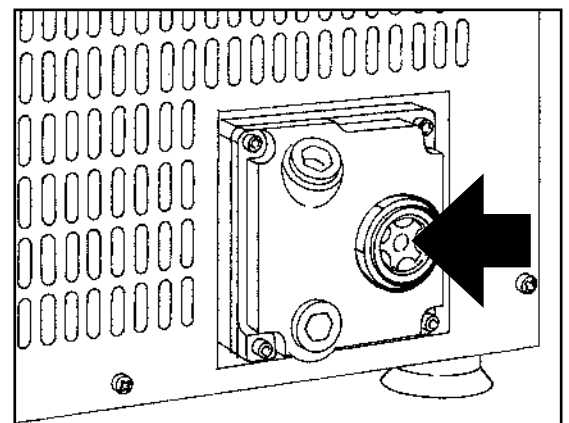

Fig. 2
- Controllare il corretto livello dell'olio della pompa visibile nel vetrino spia della pompa (**Fig. 2**). In caso di livello insufficiente, seguire le istruzioni descritte al capitolo "SOSTITUZIONE OLIO DELLA POMPA".